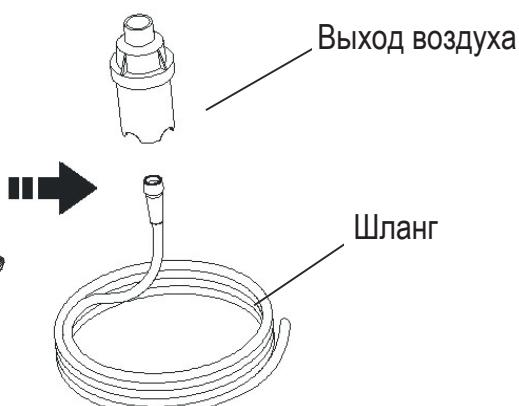

Рисунок 6-2
10. Вденьте другой конец шланга в нижнюю часть бака небулайзера (Рис. 6-2).